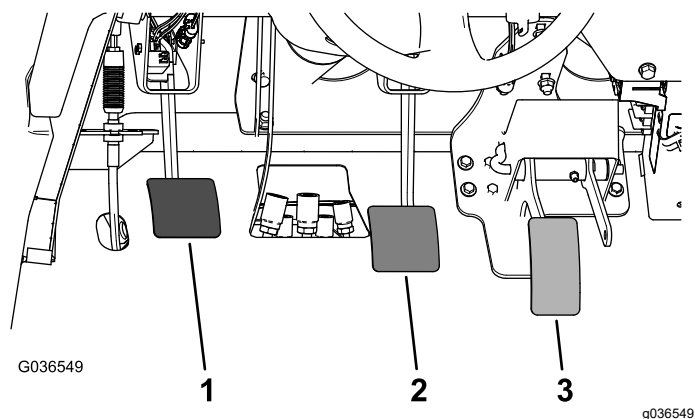

Figura 59
- Levante o pedal de travão (Figura 59) até que este entre em contacto com a estrutura.
- Desaperte as porcas de retenção que fixam a culatra ao eixo do cilindro principal (Figura 59).